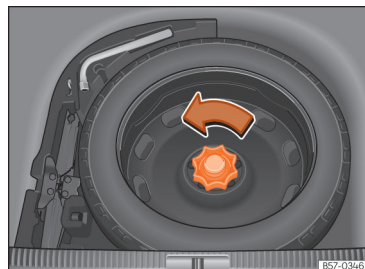

Abb. 218 Im Gepäckraum: hochgeklappter Ladeboden
- Drehen Sie das Rädchen entgegen dem Uhrzeigersinn »» (Abb. 218).